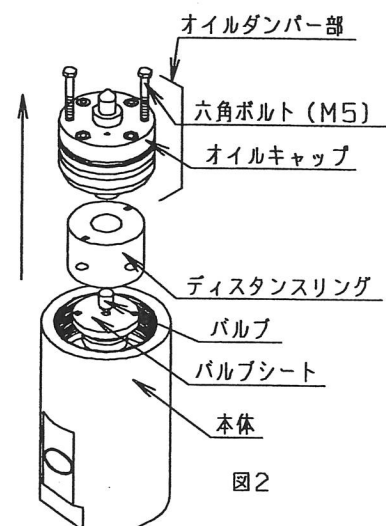

図2
- ③ オイルキャップにM5のボルトを2本ねじ込み、本体からオイルダンパ部を引抜きます。(図2)
- ④ 本体の中のディスタンスリングを外しますと、バルブがバルブシートの上にあり容易に外せます。バルブシートも M5のボルトを2本ねじ込み引上げて外します。(図2)